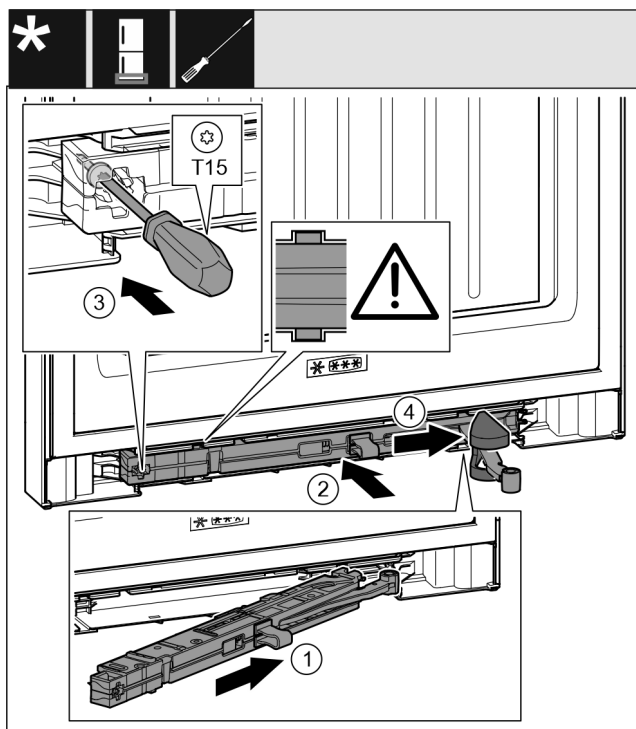

Fig. 40
- Inserire in diagonale l'unità dell'ammortizzatore di chiusura Fig. 40 (1) nel vano sul lato del blocco di supporto fino a battuta.
- Inserire completamente nel vano l'unità dell'ammortizzatore di chiusura Fig. 40 (2).
- Stringere la vite Fig. 40 (3) con un cacciavite.
- Spostare la copertura Fig. 40 (4) sul giunto.